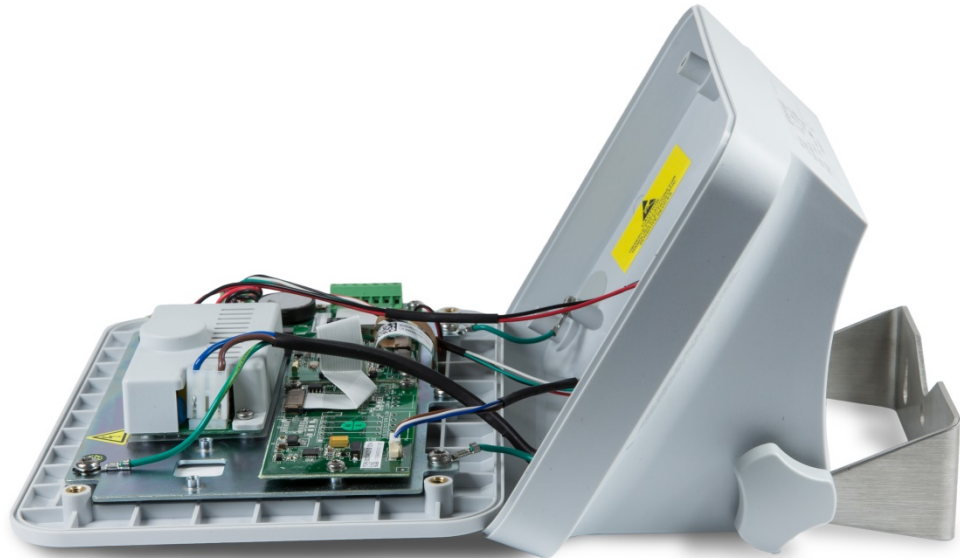

Abbildung 2-3: Entfernen der Abdeckung
- Trennen Sie den vorderen Teil vom hinteren Teil, siehe Abbildung 2-3.